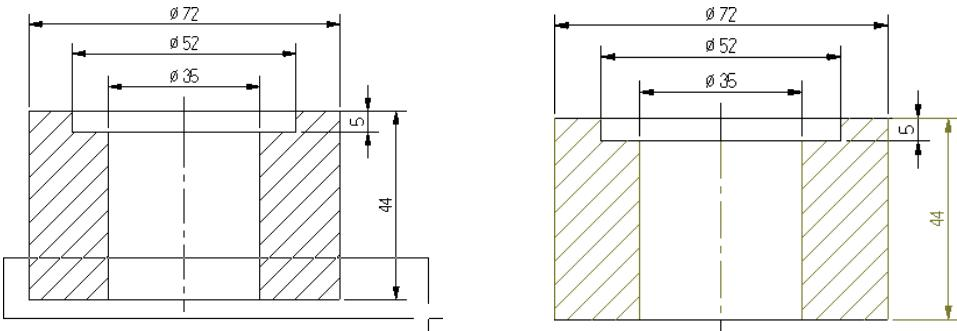

图 2-55 相交选取图素
- 相交：只选中与窗口边线相交的图素。如图 2-55 所示，通过按住鼠标左键，再拖动鼠标，绘制出矩形选取窗口，与窗口相交的图素都将被选中。